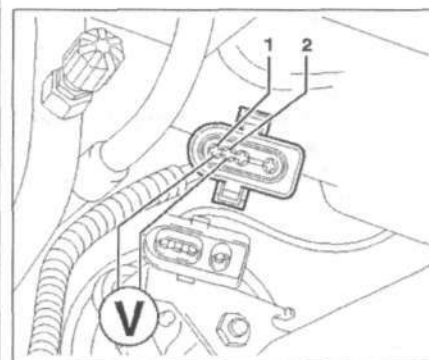

Рис. 5.47. Присоедините мультиметр для измерения напряжения к контактам 1 и 2 разъема проводки.
2. Присоедините мультиметр для измерения напряжения к контактам 1 и 2 разъема проводки (рис. 5.47). Запустите двигатель. **Спецификационное значение:** мин. 11 В.